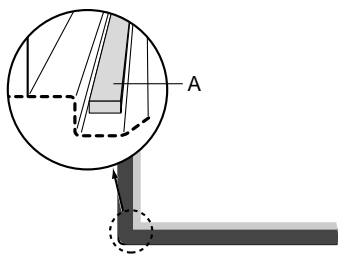

fig. 6
- Collez les bandes mastic livrées (A) avec l'appareil sous le rebord de la table de cuisson (voir fig. 6).